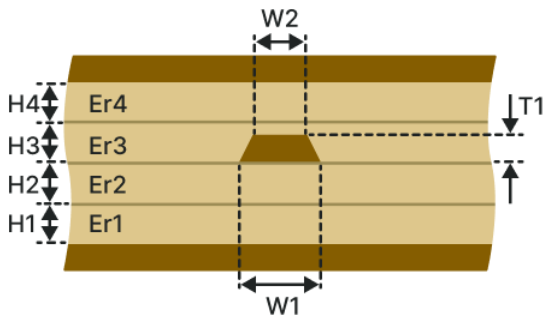

Рис. 140 Полосковая ЛП (П-2H2B)
- Полосковая ЛП (П-2H2B), см. Рис. 140.